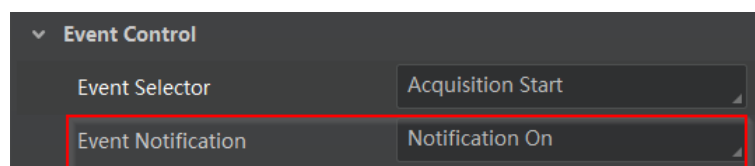

图8-11 设置事件通知状态
2. 设置参数 *Event Notification* 为 *Notification On*，如图8-11所示。